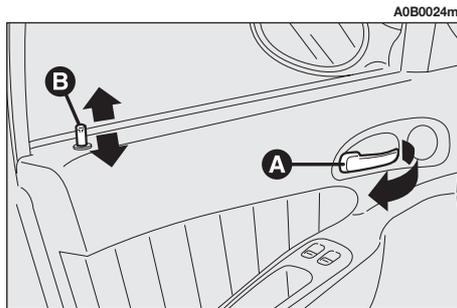

fig. 16
– Per aprire la porta, tirare la maniglia (**A-fig. 16**) indipendentemente dalla posizione del pomello (**B**).
— **Dall'interno:** a porte chiuse, premere uno dei pomelli (**B-fig. 16**) ubicati sulle porte anteriori per inserire (bloccare) la chiusura centralizzata.
AVVERTENZA Per le porte anteriori non è possibile mantenere in posizione abbassata il pomello (**B-fig. 16**) se la porta stessa non è chiusa correttamente.